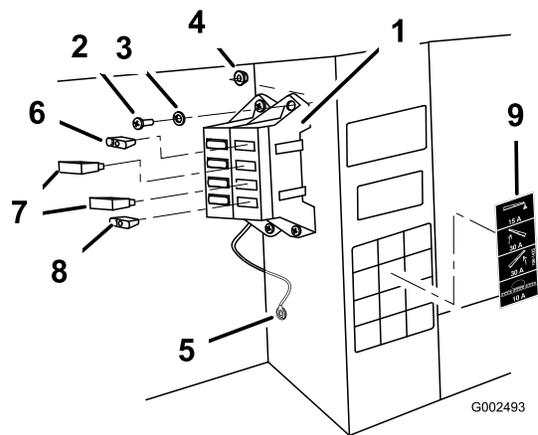

Figura 8
5. Ligue o fio de massa preto ao parafuso de 1/4 pol. existente no lado de dentro da estrutura do veículo, utilizando a anilha tipo estrela (Figura 8).
7. Instale o bloco de fusíveis e a cablagem na estrutura ao lado do bloco de fusíveis existente, utilizando os dois parafusos (n.º 10-24 x 3/4 polegada) e as duas porcas de bloqueio (n.º 10-24) conforme ilustrado em Figura 8.
- A. Instale os dois disjuntores térmicos de 30 amp nas ranhuras dos fusíveis de elevação da rampa esquerda e direita (Figura 8).
- B. Instale o fusível de 10 amp na ranhura do fusível de alimentação do sistema de pulverização (Figura 8).